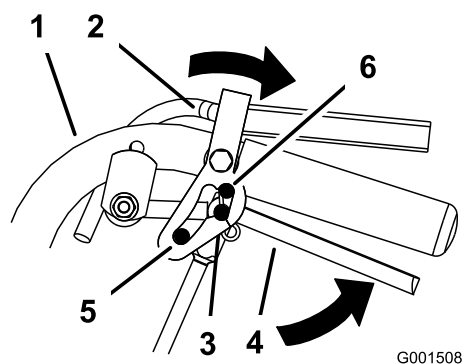

Figure 9
2. Placez les pouces sur la partie supérieure des verrous et ramenez-les en arrière (Figure 9).